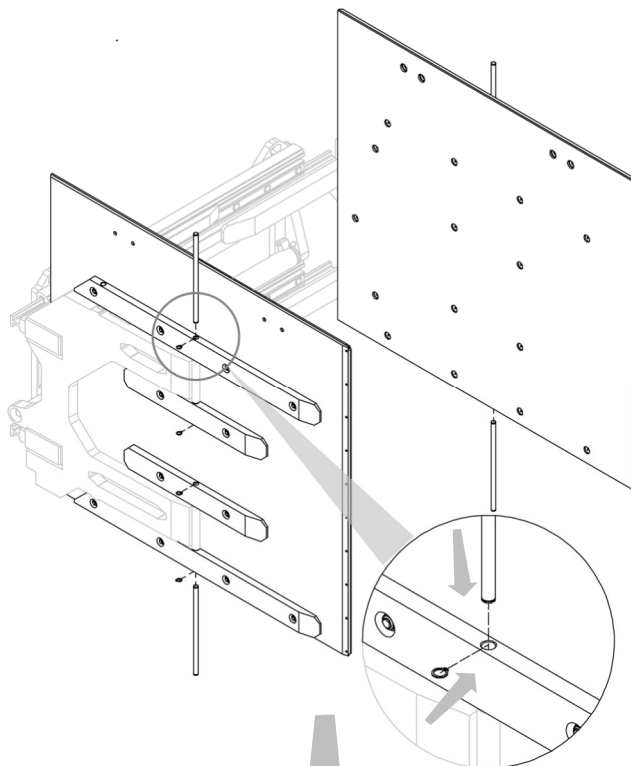
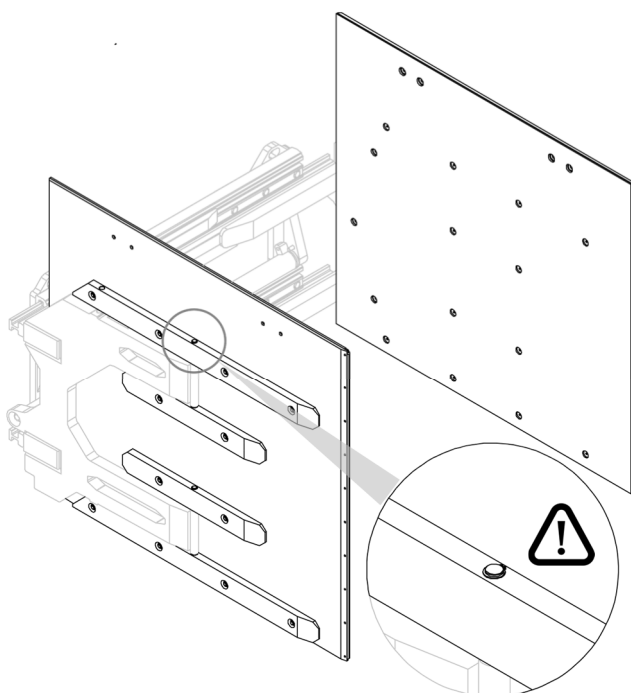

Figura 18
Figura 19
3. Colocar los batientes (con las placas correspondientes) en las horquillas, prestando atención a colocar los pernos de fijación, con los correspondientes anillos elásticos que los bloquean, de manera correcta (ver Figura 18 y Figura 19).